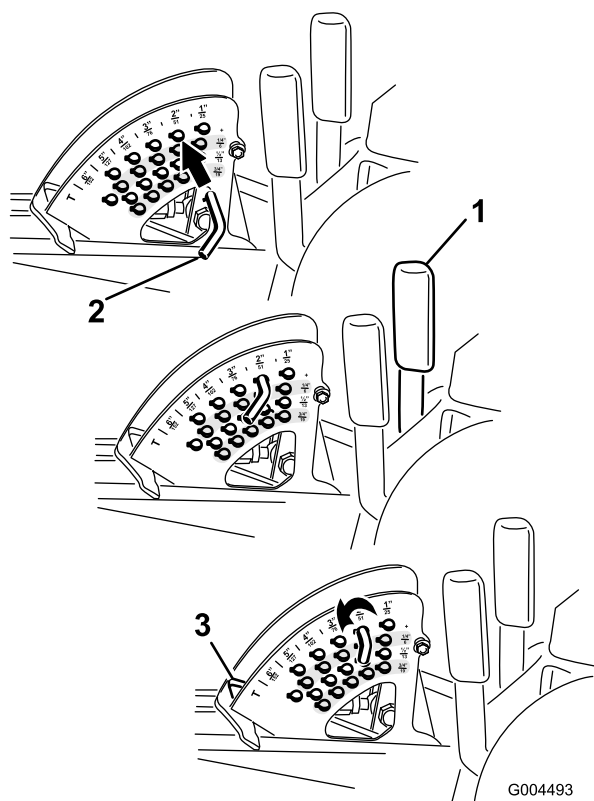

図 21
注 デッキを上昇位置にロックするには、上昇位置からさらに 15 cm 上昇させ、刈高ストップ・ピンを抜いて (刈高の調整の項を参照)、刈高 15 cm (6 インチ) の穴に通します (図 21)。
1. エンジンが回転している状態で、デッキ昇降レバーを手前に引き、デッキが完全に上昇したら **直ちにレバーから手を離す** (図 21)。
2. ストップ・ピンについているロール・ピンを回してピンと刈高設定穴のスロットとが整列したところでピンを抜き取る (図 21)。
3. 刈高ブラケットについている穴から、希望する刈高に対応する穴を見つけ、その穴にピンを通し、ピンを回してロックする (図 21)。
注 刈高設定穴は、扇形の外周に一番近い段から全部で4段 (列) あります (図 21)。外周側の列は、外周部に刻印されている通りの刈高の穴です。2 列目の穴は、1 列目の刈高よりも 6 mm 高い刈高となります。3 列目の穴は、1 列目の刈高よりも 12 mm 高い刈高となります。4 列目の穴は、1 列目の刈高よりも 18 mm 高い刈高となります。刈高 158 mm だけは例外で、2列目のはずれにあります。この穴にセットすると 刈高 158 mm となります (6 mm アップにはなりません)。